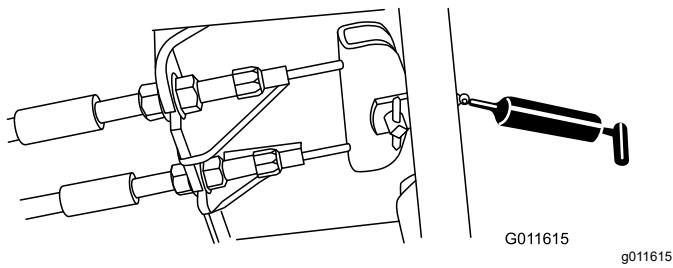

Рисунок 70
- Педаль тормоза (1 шт.) —Рисунок 70